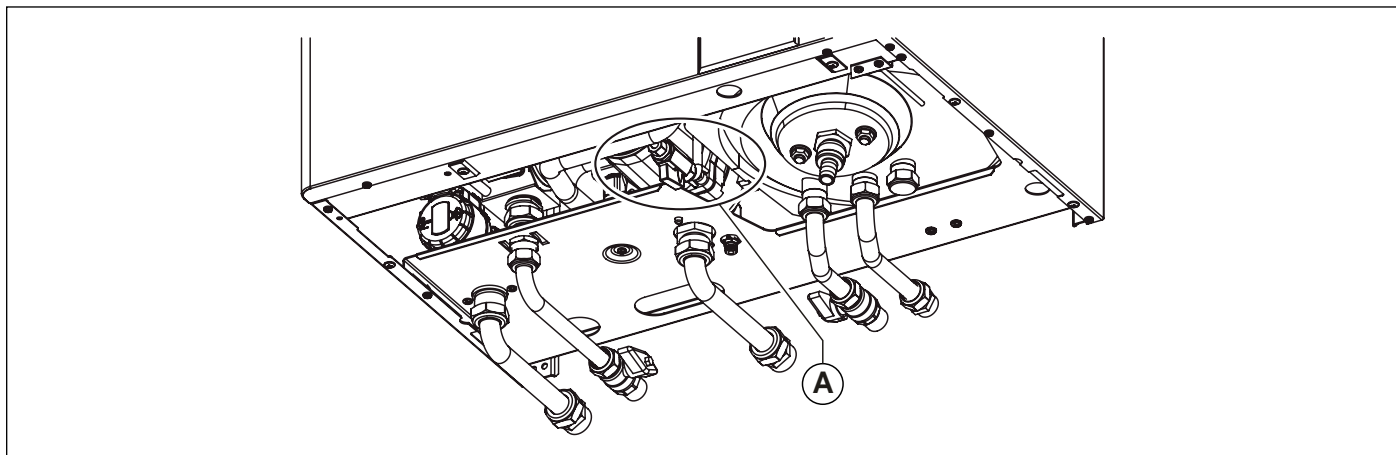

Fig. 2 Robinet de umplere
În cazul în care eroarea **E04** de blocare cauzată de presiune insuficientă în instalație luminează intermitent (semnalând o acțiune a presostatului de apă de siguranță) umpleți instalația acționând asupra robinetului de umplere în Fig. 2 Robinet de umplere. Eroarea **E04** este afișată atunci când presiunea în instalație scade sub valoarea de 0,4 bari și eroarea se resetează automat atunci când presiunea instalației atinge pragul de 1,0 bar. Presiunea în centrala la rece trebuie să atingă 1÷1,3 bar.
- rotiți robinetului de umplere Fig. 2 Robinet de umplere în sens antiorar pentru a permite intrarea apei în centrală;